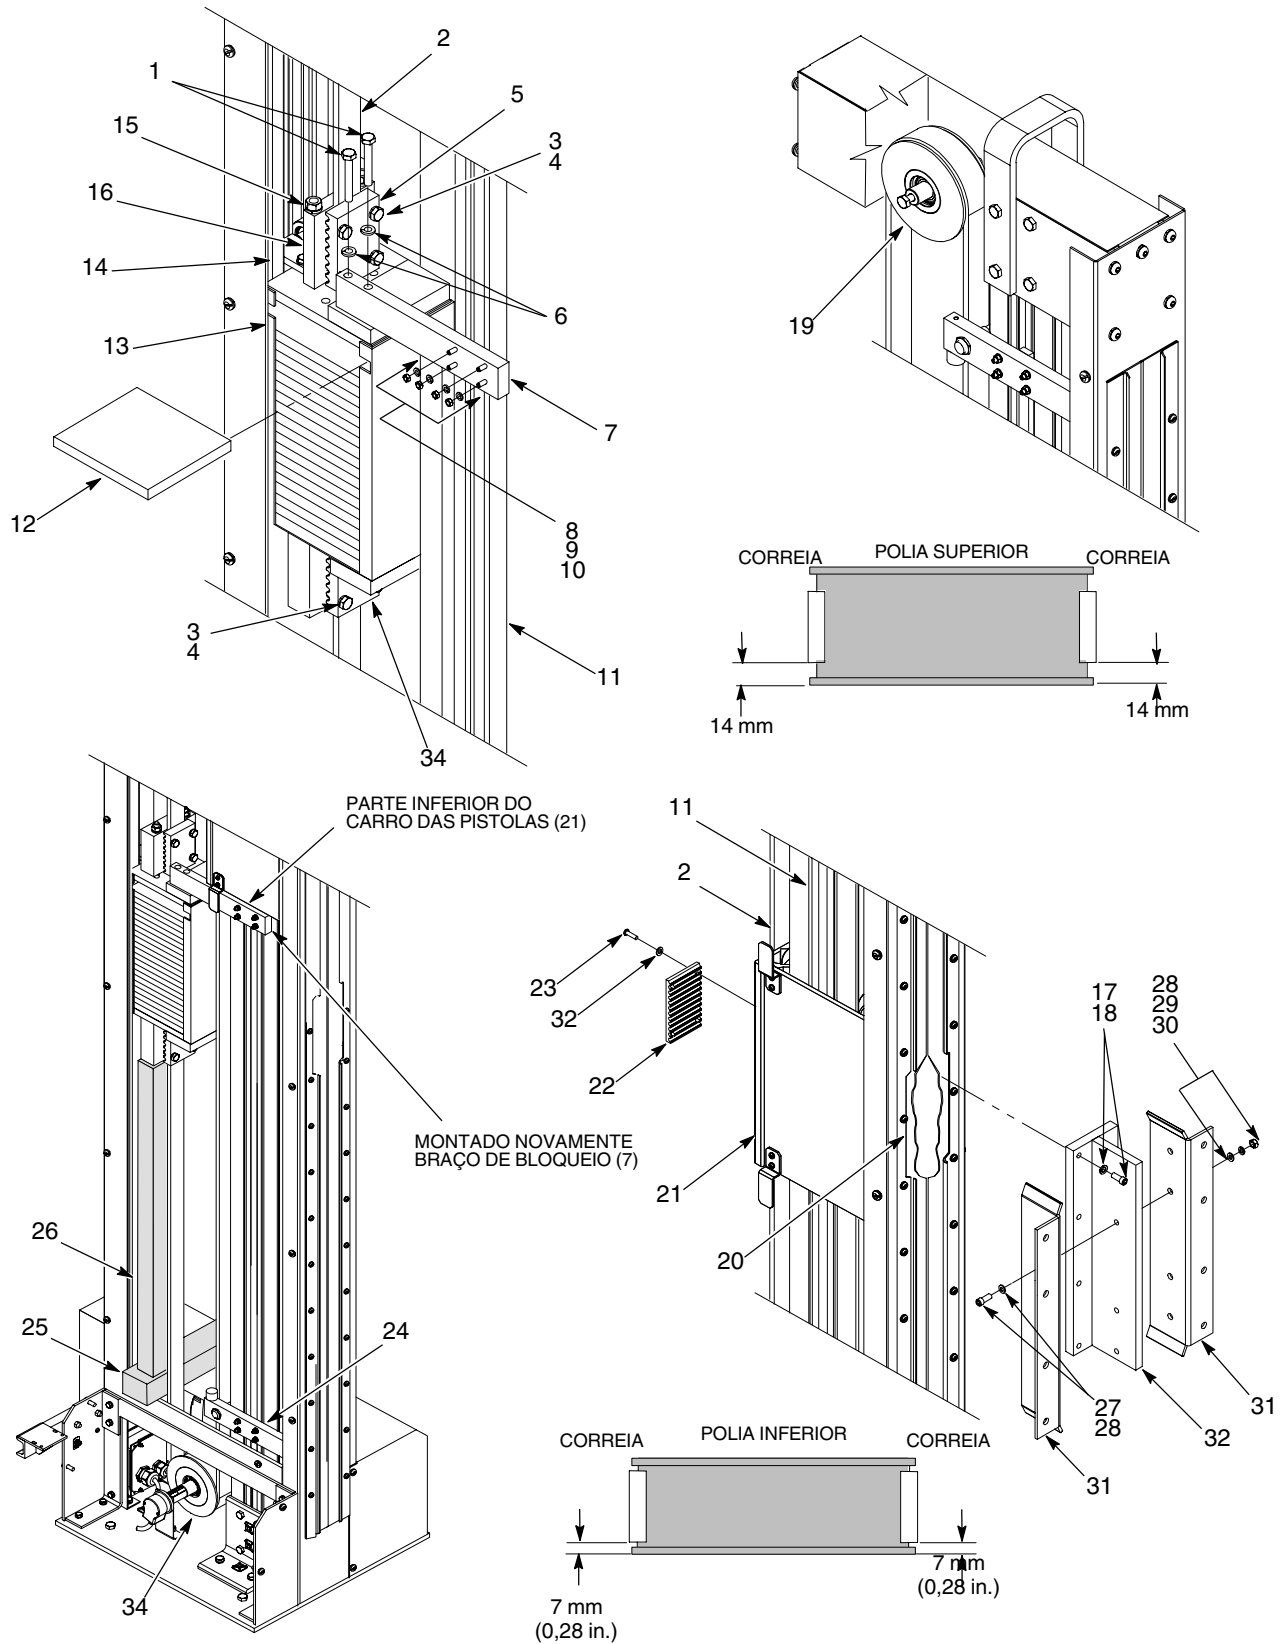

Figura 18 Montagem do suporte do carro das pistolas
1. Consulte a figura 18. Monte a correia: